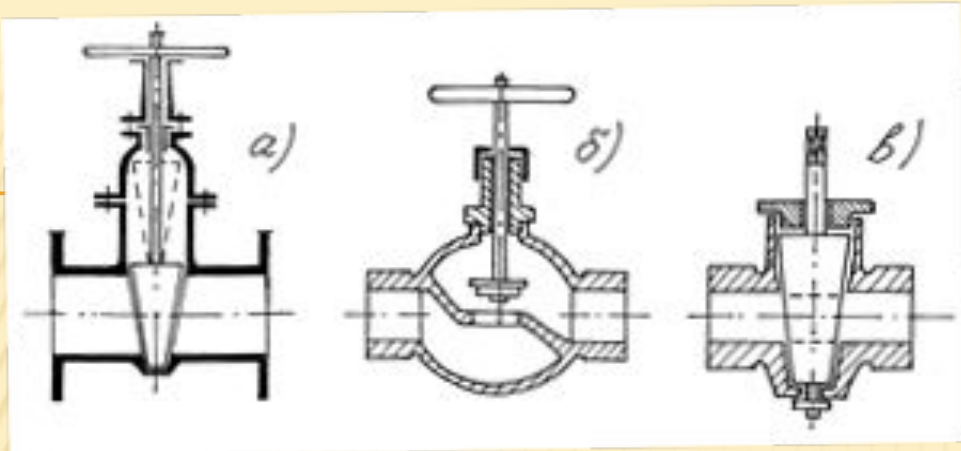

Рисунок 5.4.
- ? В качестве запорно-регулирующей арматуры в системах отопления чаще всего используются задвижки, вентили, пробковые краны и трехходовые краны (рисунок 5.4).